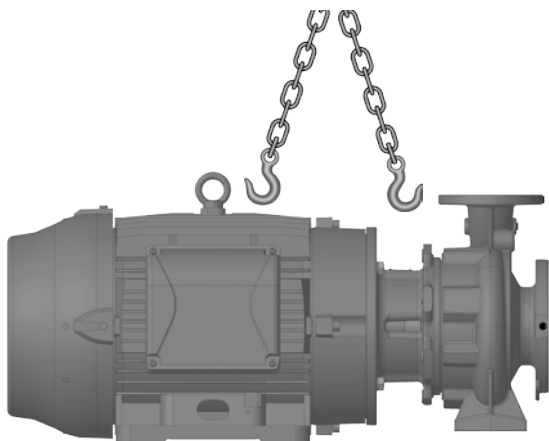

Figura 1 - Içamento do equipamento
- A motobomba deve ser transportada observando as orientações da Figura 1.